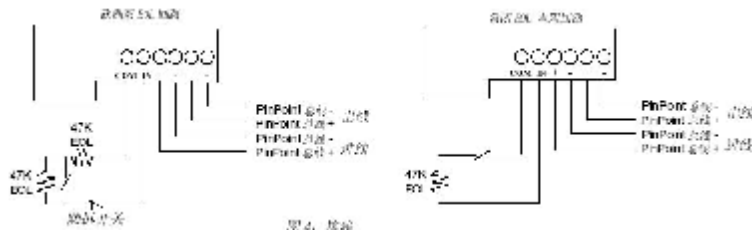

图4: 接线
6、剥去 PinPoint 线 0.25英寸(6.4mm)长的绝缘层，并接到适当的端子上，拧紧螺丝。如图4。